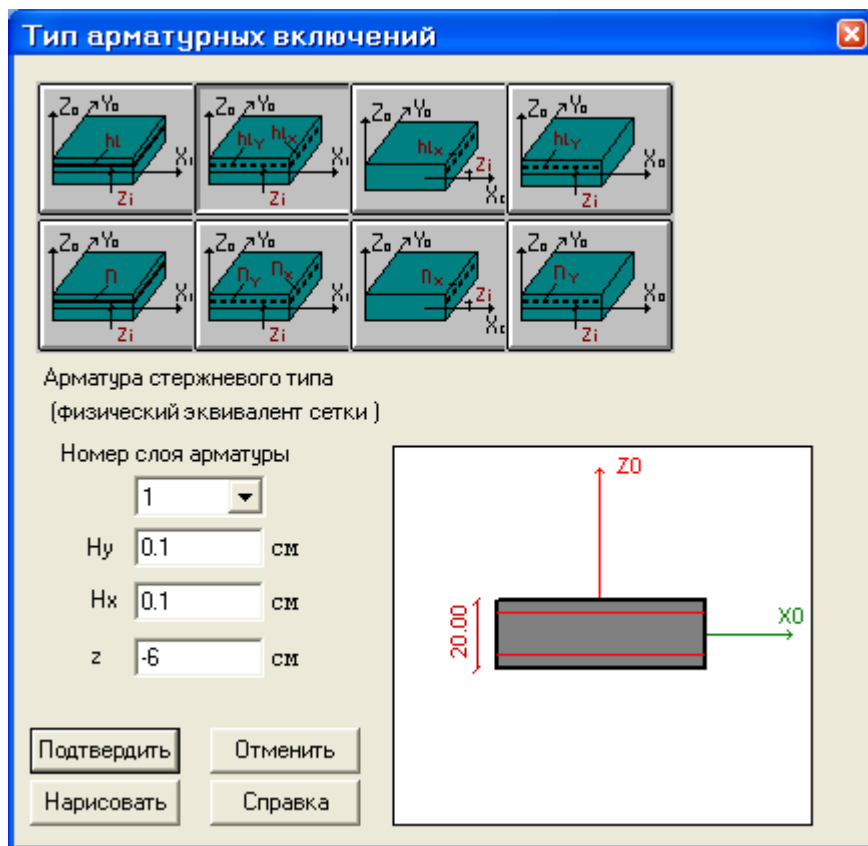

Рис.16.11. Диалоговое окно Тип арматурных включений
- Для задания расположения и площади арматуры, в диалоговом окне **Задание жесткости для пластин** (рис.16.10) щелкните по кнопке **Параметры арматуры**. Вызывается диалоговое окно **Тип арматурных включений** (рис.16.11).